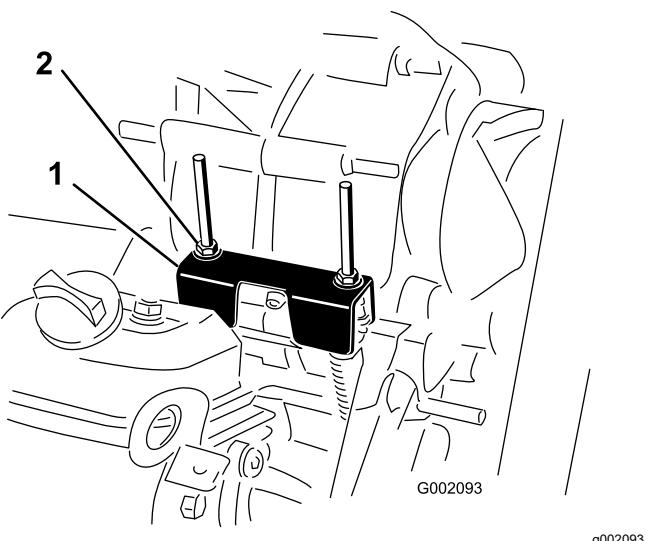

Figura 61
Sempre que for necessário efetuar operações de manutenção programada e/ou diagnósticos do motor, deverá colocar o conjunto eixo-transmissor na posição de PONTO MORTO (Figura 61). A alavanca de mudanças da máquina possui uma posição de PONTO MORTO que controla a posição neutra do conjunto eixo-transmissor. Realize os passos seguintes para se certificar de que a alavanca de mudanças controla a posição neutra do conjunto de forma correta:
- Certifique-se de que o suporte neutro está na posição de PONTO MORTO (ao nível do suporte do cabo ao capot situado por baixo do suporte das mudanças), rodando a embraiagem (Figura 61).
3. Rode uma das porcas de bloqueio (Figura 61) para conseguir 0,76 a 1,52 mm de folga entre a parte inferior da porca/anilha e o suporte neutro.